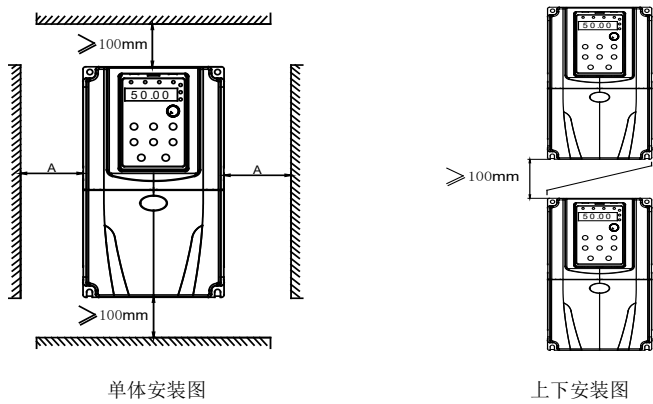

图 3-1 变频器安装示意图
- 1) 请垂直安装变频器，便于热量向上散发，但不能倒置。若柜内有较多变频器时，最好是并排安装。在需要上下安装の場合，请参考图 3-1 的示意，安装隔热导流板。
- 2) 安装空间遵照图 3-1 所示，保证变频器的散热空间；但布置时请考虑柜内其它器件的散热情况。